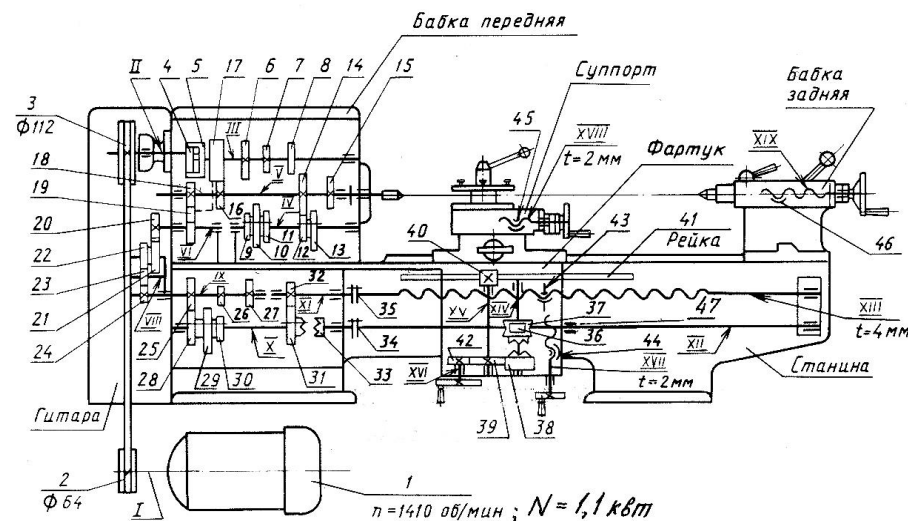

Рис. 3. Схема кинематическая принципиальная
- 1.5.4. Кинематическая схема представлена на рис.3.